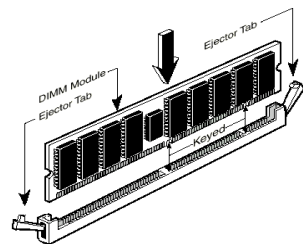

Abb. 2-6. Installation des Speichermoduls
Schritt 5. Setzen Sie das DIMM-Modul wie im Bild gezeigt in den Erweiterungssockel. Achten Sie darauf, wie das Modul im Sockel sitzt. Schauen Sie sich Abb. 2-6 für Details an. ***Dies versichert, daß das DIMM-Modul nur auf eine Weise in den Sockel eingesetzt werden kann.*** Drücken Sie das DIMM-Modul fest in den DIMM-Sockel, bis daß das Modul komplett im DIMM-Sockel sitzt.